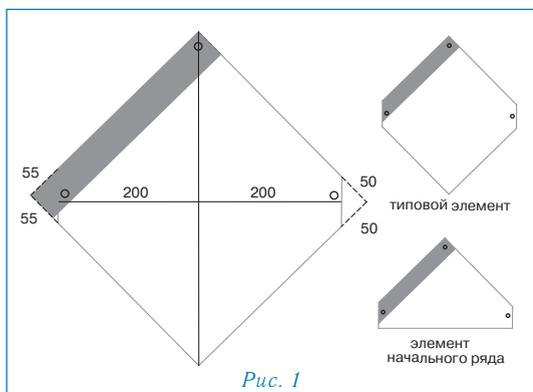
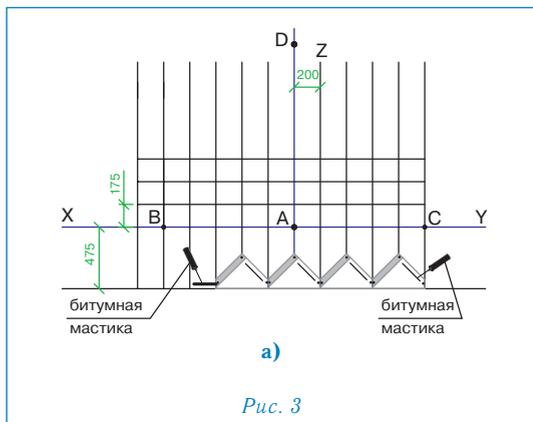

Рис. 1
Рис. 3
Укладка материала (рис. 3)
- Элементы начального ряда формируются из типовых элементов ПРЕСТИЖ ВЕРСАЛЬ ЦИНК-ТИТАН (рис. 1), укладываются по линии карниза в обе стороны от линии AD и фиксируются по нижнему краю битумной мастикой и тремя гвоздями (рис. 3а).
- Укладка типовых элементов первого ряда начинается от линии AD, при этом элементы укладываются встык и их верхний угол выравнивается по линии XY (рис. 3б). Каждый элемент фиксируется тремя гвоздями — по центру вертикальных срезов и в верхнем углу на расстоянии 2 см от края.
Каждый типовой элемент ПРЕСТИЖ ВЕРСАЛЬ ЦИНК-ТИТАН крепится тремя гвоздями, в соответствии с рекомендациями, приведенными выше (рис. 3б).